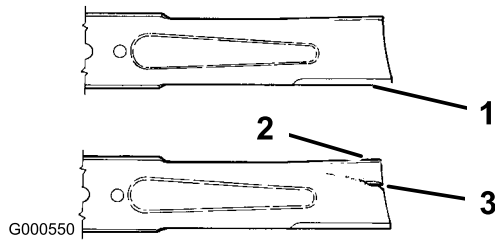

Bild 37
1. Untersuchen Sie die Schnittkanten (Bild 37). Bauen Sie, wenn die Kanten nicht scharf sind oder Kerben aufweisen, die Schnittmesser aus und schärfen sie; siehe Schärfen der Messer.
2. Prüfen Sie die Schnittmesser, insbesondere den gebogenen Bereich (Bild 37). Montieren
Sie, wenn Sie Schäden, Verschleiß oder Rillenbildung in diesem Bereich feststellen (Bild 37), sofort ein neues Schnittmesser.